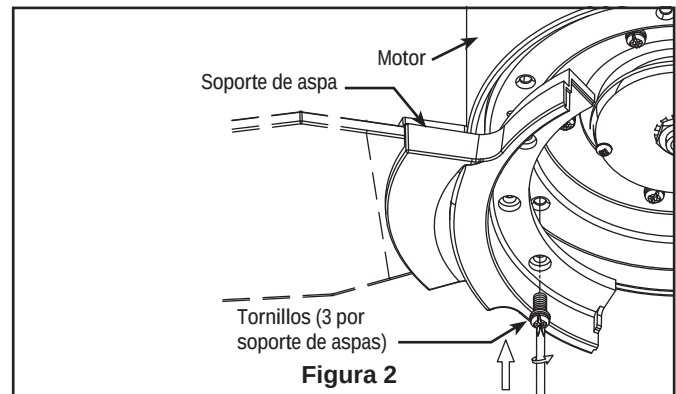

Figura 2
2. Fije las sujeciones de las palas en la parte inferior de la unidad de motor del ventilador utilizando tornillos. Asegúrese de que los tornillos son fijados con arandelas de presión, que las sujeciones de las palas están bien fijadas a la unidad del motor y que las sujeciones han sido colocadas adecuadamente. (Figura 2)